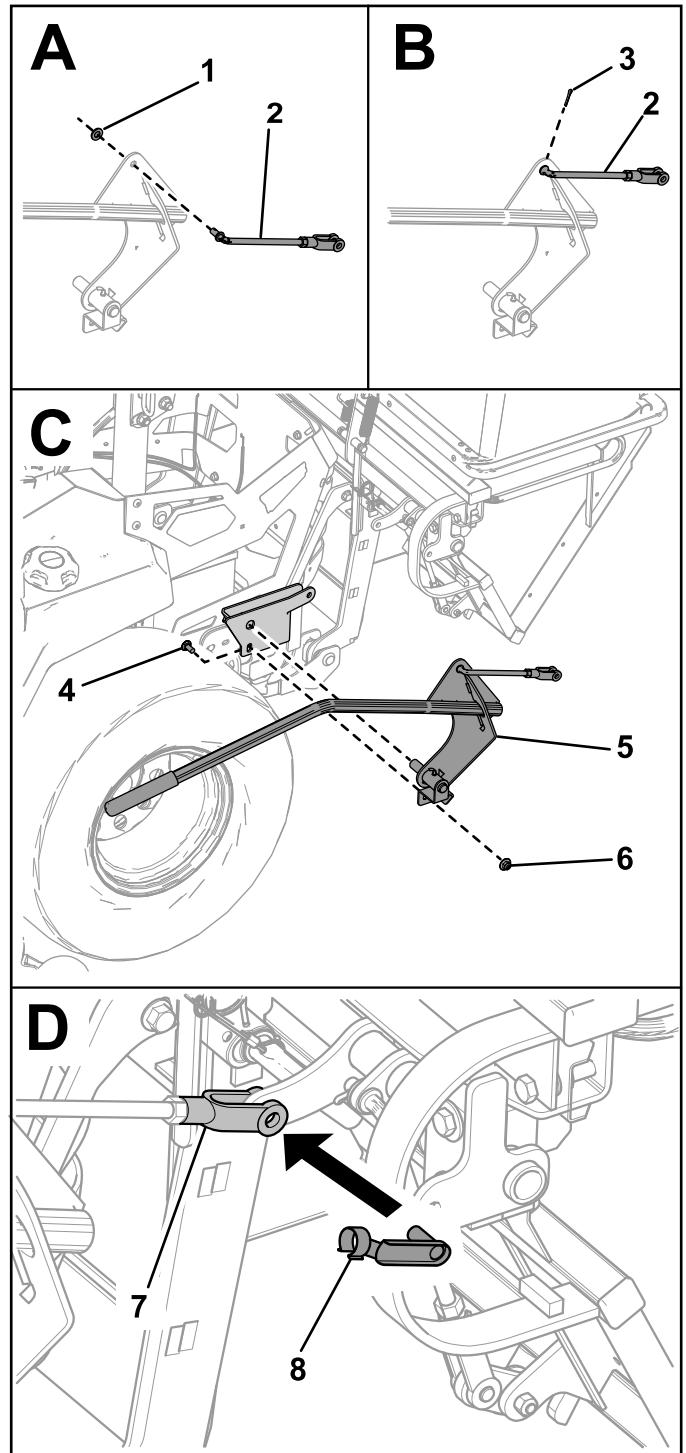

Figure 16
1. Insérez la tringle dans la poignée et installez la rondelle (Figure 16).
2. Fixez la tringle sur la poignée à l'aide de la goupille fendue (Figure 16).
3. Fixez la poignée sur le support de pivot à l'aide du boulon de carrosserie ( $\frac{3}{8}$  x  $\frac{7}{8}$  po) et du contre-écrou ( $\frac{3}{8}$  po), comme montré à la Figure 16.
4. Faites pivoter la tringle de la poignée de la trémie vers le haut et fixez-la avec un axe de chape élastique (Figure 16).